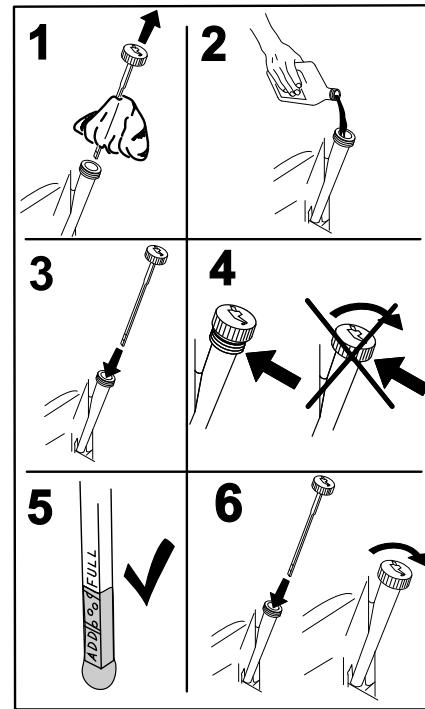

Figure 50
4. Versez lentement environ 80 % de l'huile spécifiée dans le tube de remplissage, puis faites l'appoint lentement jusqu'à ce que le niveau atteigne le repère maximum (**Full**) (Figure 50).